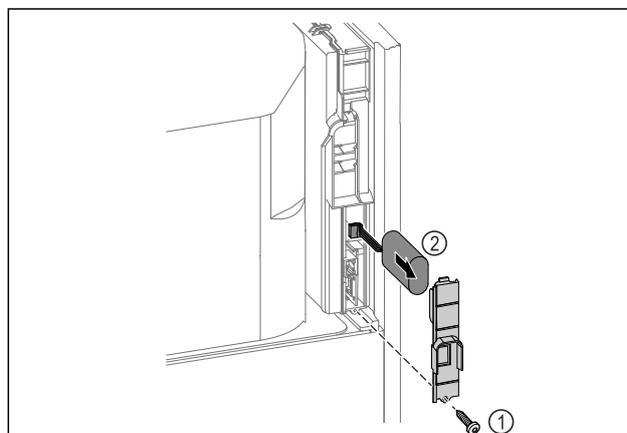

Fig. 259
- ▶ Dévisser la vis et retirer le couvercle situé à l'arrière de l'appareil Fig. 259 (1).
- ▶ Débrancher et retirer la batterie Fig. 259 (2).